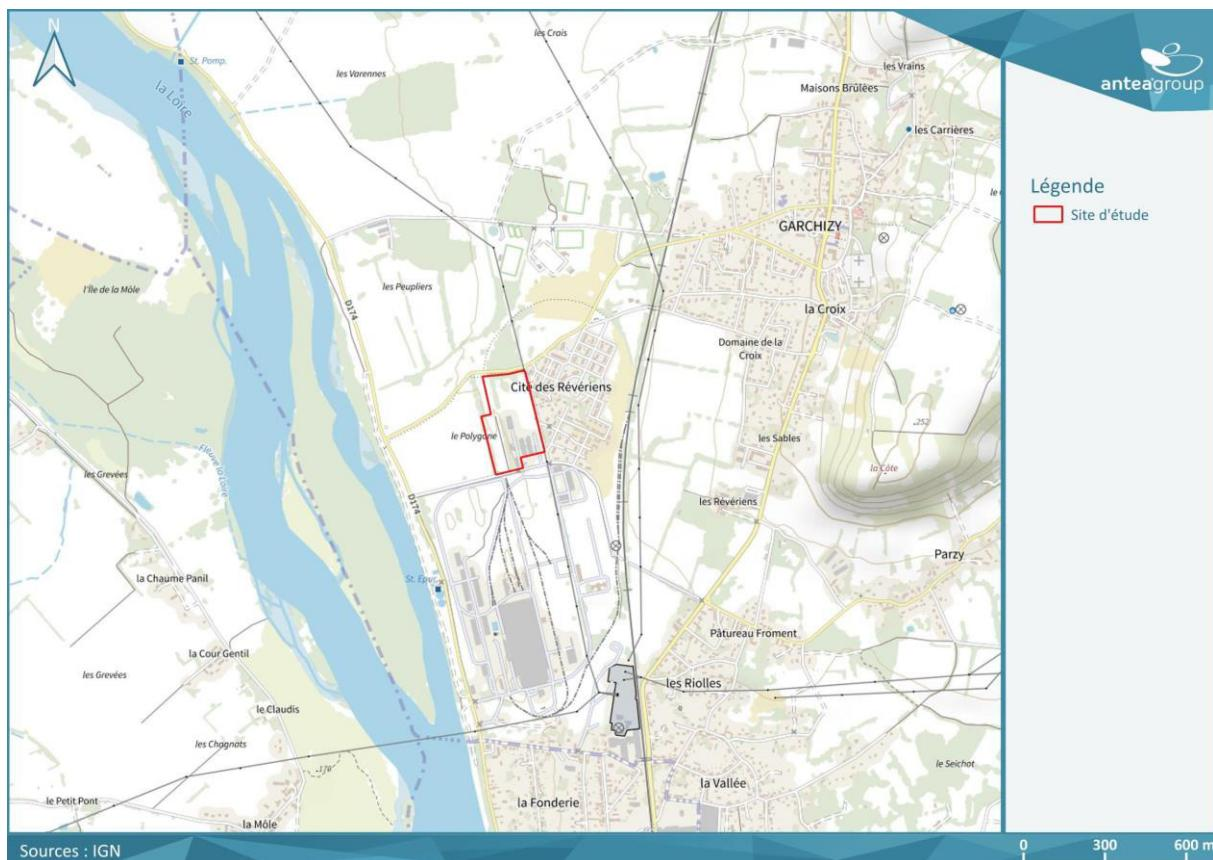

Figure 1 : Localisation de la zone d'étude
La zone d'étude concernée est localisée le long de la rue Georges Mérat à Garchizy (58) (voir Figure 1). Le site est en friche depuis la cessation d'activité de Renault Trucks Defense (Arquus) survenue en 2018. Il est inoccupé mais plusieurs bâtiments sont encore présents sur le site notamment 2 grands hangars/tonnelles et un bâtiment à vocation non industrielle en limite sud.